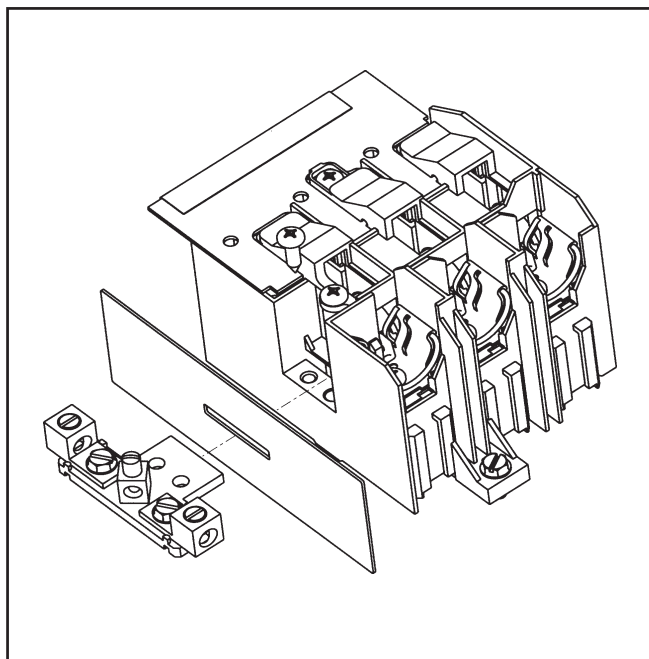

Fig. 1
5. Enlever le neutre et glisser la barrière sur la patte du neutre comme le montre la figure 1.